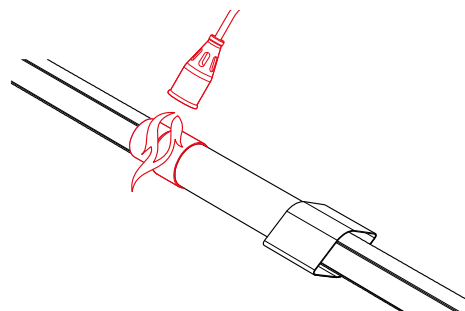

Рис. 4.7.7
7. Усадить термоусаживаемый рукав газовой горелкой (или паяльной лампой, или техническим феном) (рис. 4.7.7).